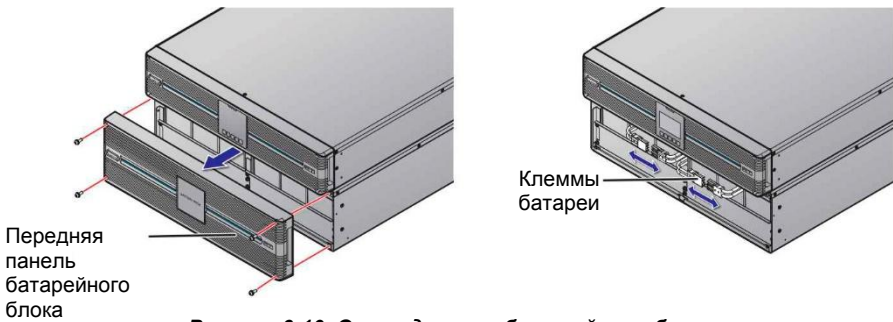

Рисунок 6-10. Отсоединение батарейного блока
- 3 Снимите переднюю панель батарейного блока и отсоедините клеммы батареи перед разборкой БРП (см. **рис. 6-10**).